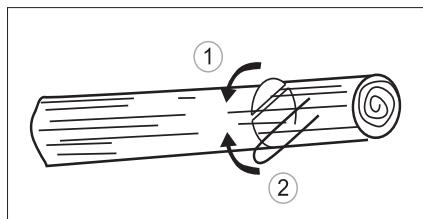

Рис. 22
3. В случая когато дънърът е върху опори от двета края, прорежете отгоре на 1/3 на диаметър на дънера за да избегнете разделяне. След това завършете срезотдолу така, че той да съвпадне с първи срез, като избягате заклинване (рис. 22).